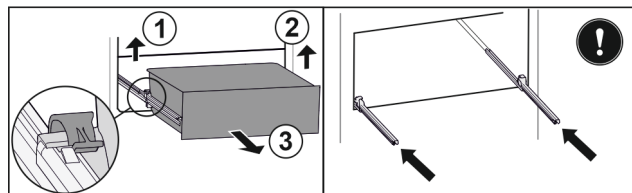

Fig. 26\*
- ▶ Zvedněte levou svorku a současně vytáhněte zásuvku vlevo dopředu Fig. 26 (1).\*
- ▶ Zvedněte pravou svorku a současně vytáhněte zásuvku vpravo dopředu Fig. 26 (2).\*
- ▶ Zásuvku odeberte směrem dopředu Fig. 26 (3).\*